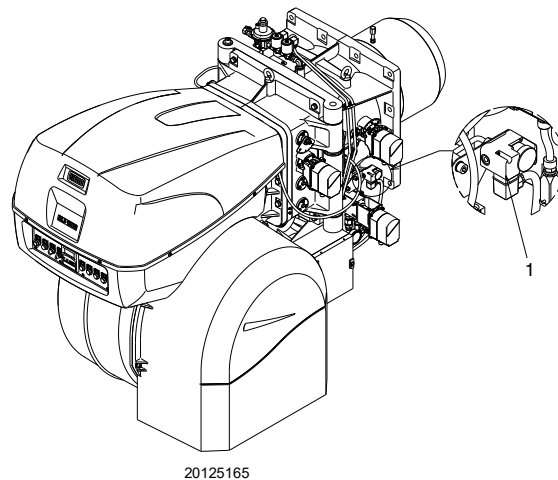

Fig. 26
Presión de gas en la toma 1)(Fig. 26), con:
Pérdida de carga válvula de mariposa del gas 2)(Fig. 26) con abertura máxima: 90°.
- restar a la presión gas en la toma 1)(Fig. 26) la presión de la cámara de combustión.
\text{Presión de gas en la toma 1)(Fig. 26)} &= 44,2 \text{ mbar} \\
Para conocer la presión gas necesaria en la toma 1)(Fig. 26), fijada la potencia máxima de modulación a la cual se desea que funcione el quemador:
- Leer a la derecha, columna 1, la presión en el conector hembra 1)(Fig. 26, pag. 26).
presión necesaria para la toma 1)(Fig. 26).